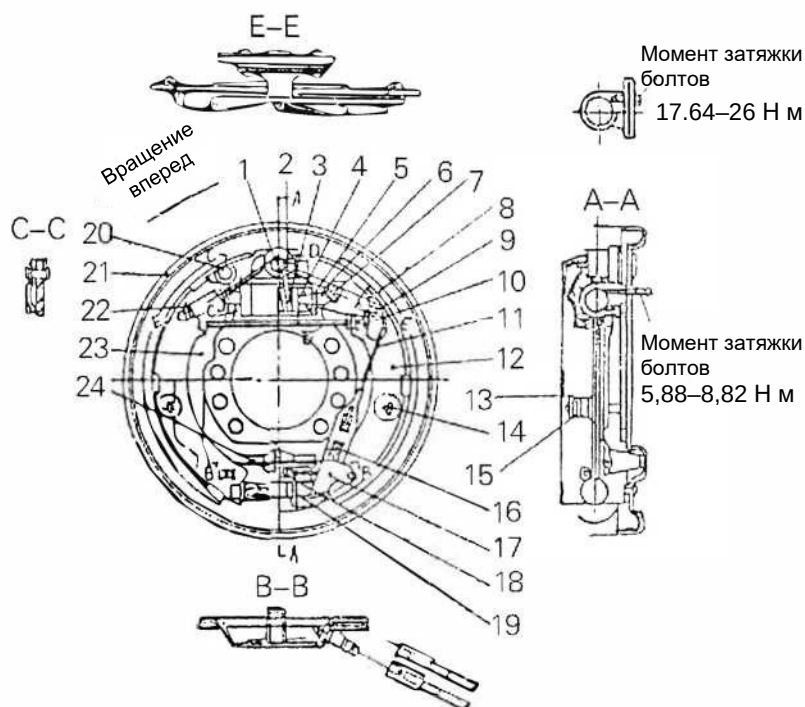
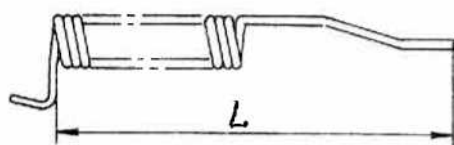
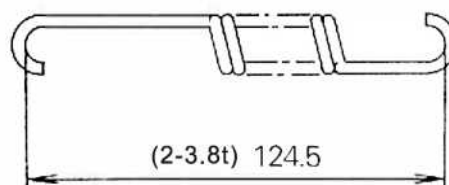
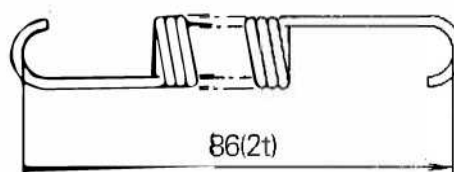

Рис. 8-3. Колесный тормоз 3-3,8 т
Рис. 8-16
Рис. 8-17
Рис. 8-18
Колесный тормоз является тормозом внутреннего расширения, гидравлического типа. Он состоит из тормозных колодок, пружины, колесного цилиндра, регулятора и нижних пластин. Два тормоза установлены отдельно на обоих концах переднего моста. Один конец тормозной колодки соединен с опорным штифтом, а другой конец соединен с регулятором зазора. Тормозная колодка прижимается к нижней пластине пружинной, и под нажатием пружины шток прижимается к нижней пластине. Основная тормозная колодка оснащена штоком вытягивания ручного тормоза, а вспомогательная тормозная колодка оснащена штоком автоматической регулировки зазора. (см. рис. 8-2, рис. 8-3)
Стояночный тормоз является механическим, расширяющимся внутрь и встроенным в колесный тормоз. Стояночный тормоз использует тормозную колодку и тормозной барабан ножного тормоза. колодок и тормозного барабана. Когда рукоятка стояночного тормоза натянута, ручка тормоза посредством тормозного троса приводит в действие рычаг тяги ручного тормоза (см. рис. 8-3). Данный рычаг тяги сдвигает вправо толкатель ручного тормоза с помощью штифта, выполняющего роль вращающегося вала. В результате чего тормозная колодка прижимается к барабану.
(6) Измерьте свободную длину и установочную нагрузку возвратной пружины тормозной колодки (рис. 8-16) (см. рис. 8-2, деталь 6, рис. 8-3, деталь 7).
(7) Измерьте свободную длину и установочную нагрузку возвратной пружины выталкивателя (рис. 8-17) (см. рис. 8-2, деталь 8, рис. 8-3, деталь 9).
(8) Измерьте свободную длину и установочную нагрузку возвратной пружины выталкивателя (рис. 8-18, 8-19. см. рис. 8-2, деталь 12, рис. 8-3, деталь 18).